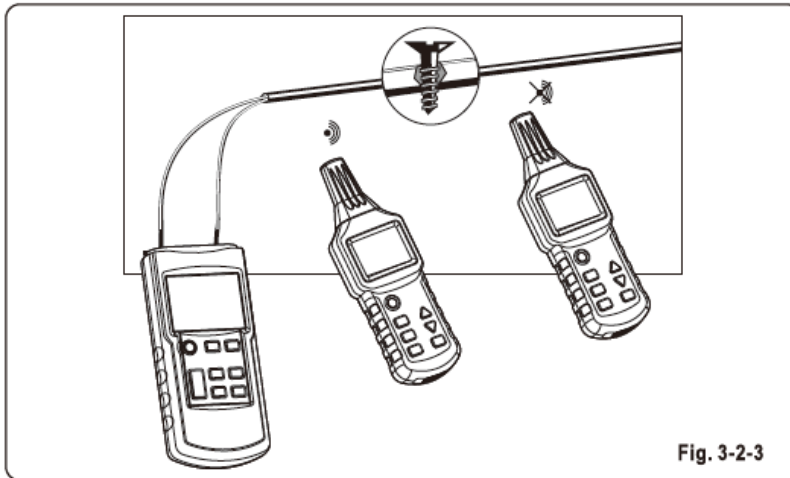

Fig. 3-2-3
- Connectez l'émetteur comme montré dans la figure 3-2-3 ;